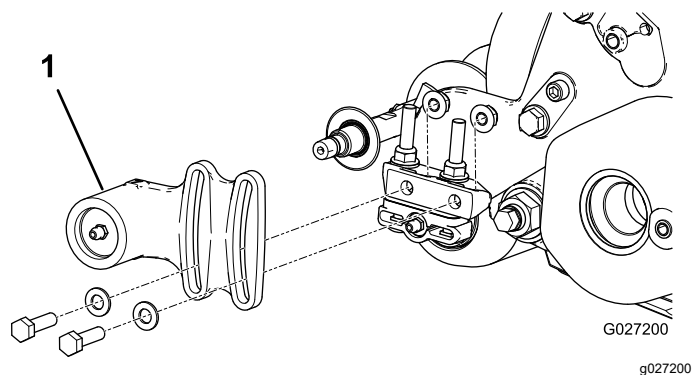
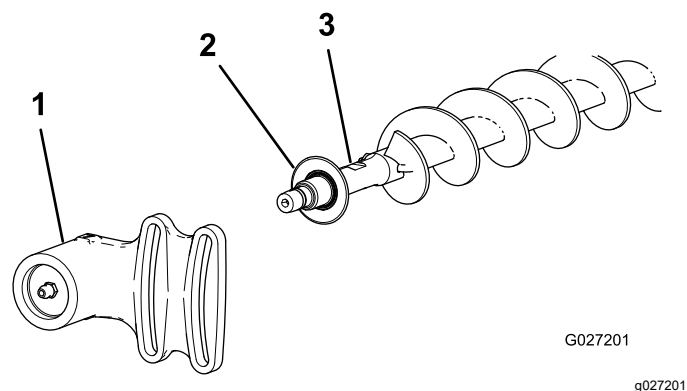

Figure 19
Figure 20
1. Si une brosse à rouleau est montée sur l'unité de coupe, enlevez les 2 boulons, rondelles et écrous qui fixent le logement de roulement libre au support de fixation du logement de roulement (Figure 19 et Figure 20).
2. Faites glisser le logement de roulement libre et le joint d'étanchéité pour les déposer de l'arbre de la brosse (Figure 20).
9. Montez le joint d'étanchéité et le logement de roulement libre sur l'arbre de brosse (Figure 20).